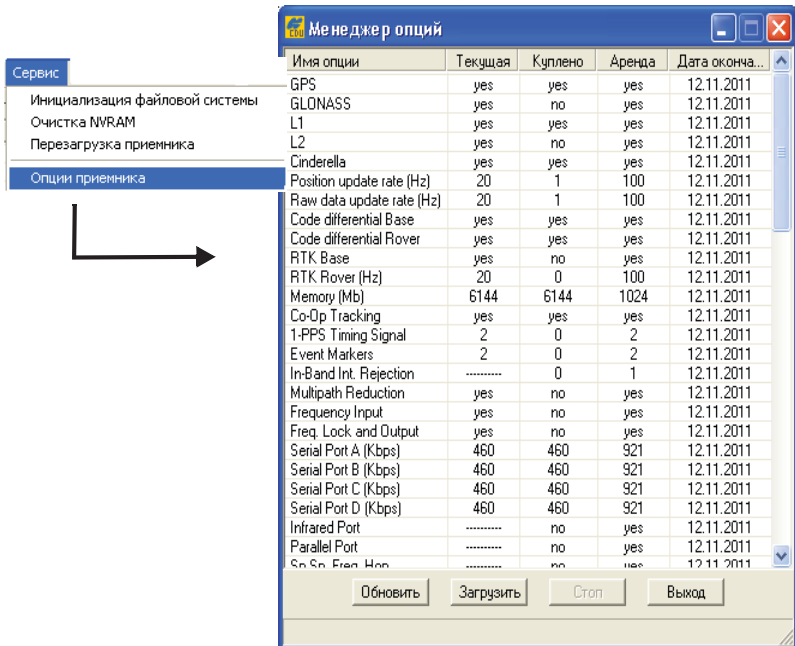

Рис. 5-15. Окно “Менеджер опций”
2. Нажмите **Сервис ▶ опции приемника**. Появится диалоговое окно **Менеджер опций** (Рис. 5-15 на стр. 5-13), содержащее следующую информацию:
2. Нажмите на кнопку **Загр. OAF**, расположенную внизу окна **Опции приемника** (Рис. 5-15 на стр. 5-13).
2. Нажмите кнопку **Загрузить**, расположенную внизу окна *Менеджер опций* (Рис. 5-15 на стр. 5-13).